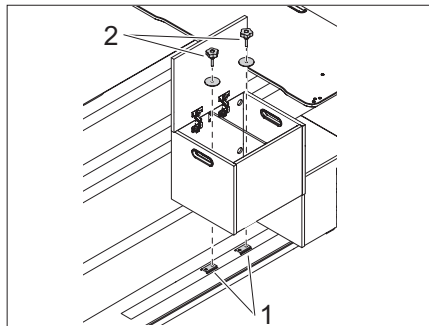

Fig. 46 Mettre en place le coffre de rangement
- ▶ Placer le coffre de rangement sur les plaques filetées (Fig. 46,1) dans le rail.
- ▶ Insérer des vis en étoile (Fig. 46,2) avec des rondelles à travers le coffre de rangement et les visser dans les plaques filetées (Fig. 46,1).